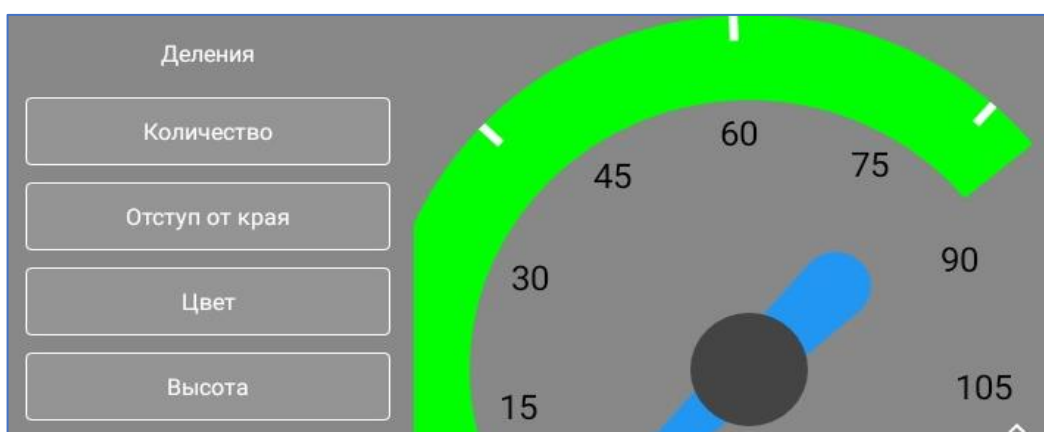

рис. 4.16. Группа настроек «Деления»
- **Группа настроек «Деления»** содержит всю информацию, относящуюся к делениям шкалы. Как и в предыдущем пункте, деления располагаются равномерно на заданном угловом размере индикатора (рис. 4.16).